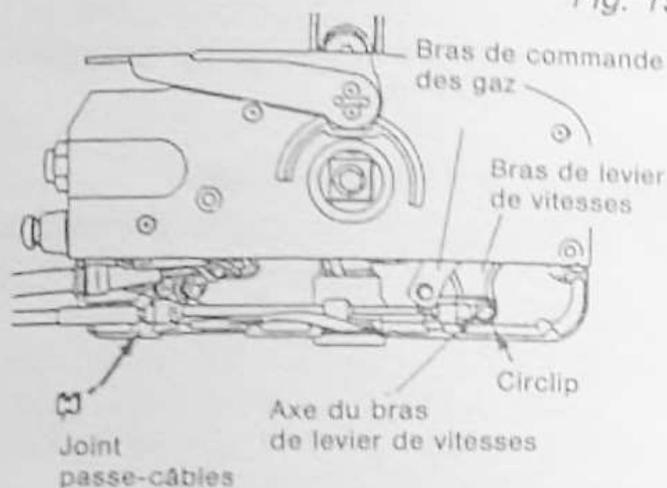

Fig. 16
- Positionner les extrémités des câbles à l'intérieur du boîtier de commande à distance et sur les leviers de commande de gaz et d'embrayage sous le capot du moteur. Maintenir durant l'opération les leviers de commande du boîtier au point neutre et zéro et les leviers de commande de gaz à zéro et d'embrayage au point neutre sur le moteur. (Fig. 16, Fig. 17).